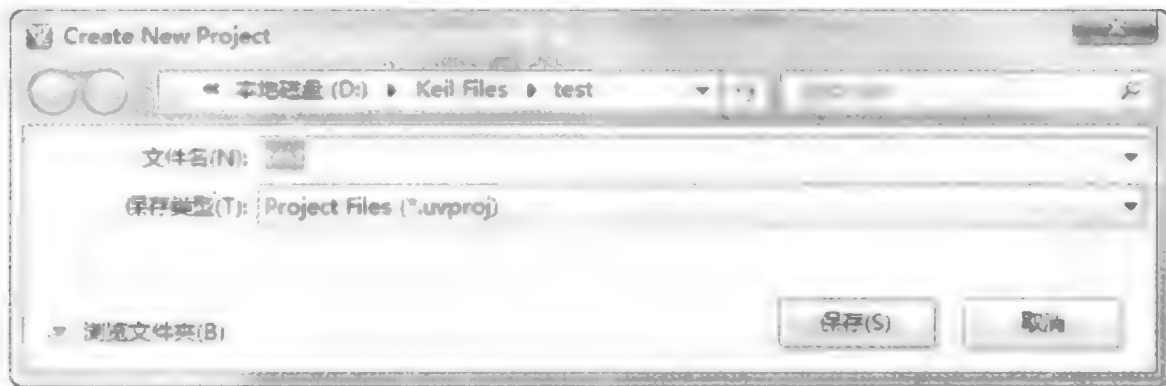

图 5.2.1 新建工程
(1) 选择菜单 Project→New Project,在对话框中为工程指定保存路径、名称,如图 5.2.1 所示。